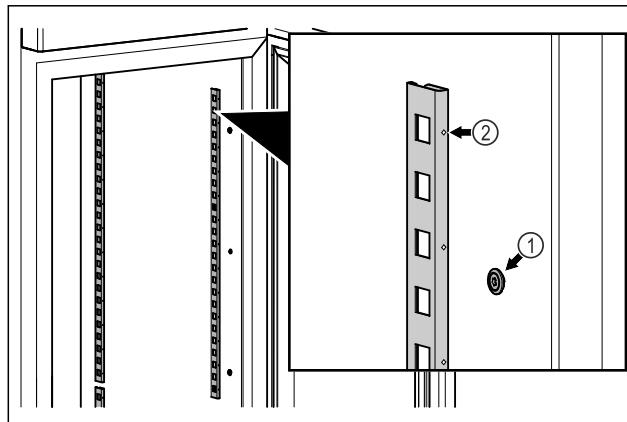

Fig. 83 Atvaizdo pavyzdys
- Įkabinkite fiksavimo juosteles į pakabą Fig. 83 (1). Žyma Fig. 83 (2) turi būti nukreipta į priekį.